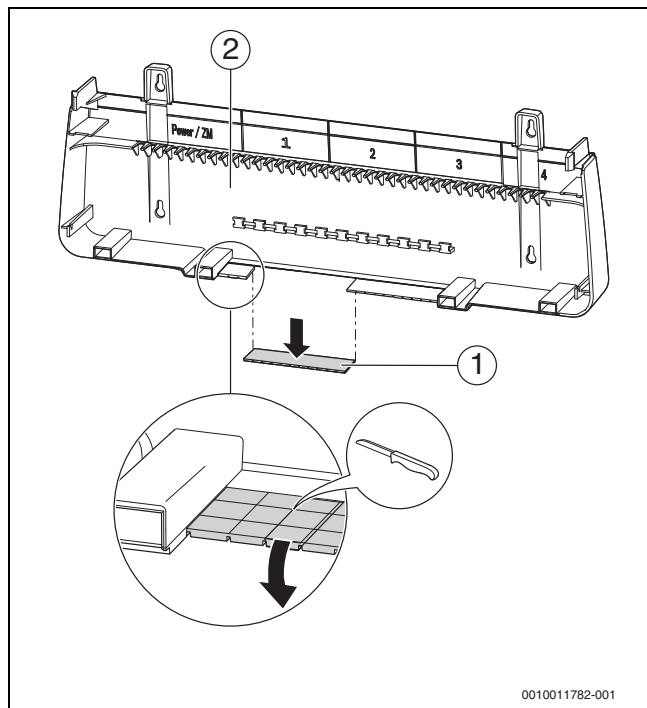

Рис. 32 Подготовка кабельного прохода
- ▶ Выломайте заглушки (→ рис. 32, [1], стр. 32) в задней стенке кабельного прохода.